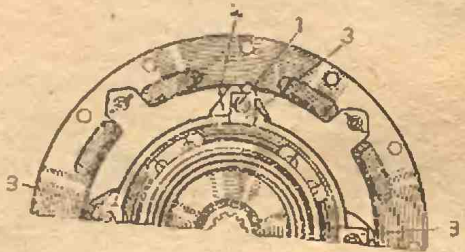

Рис. 12. Регулировка сцепления:
2. Сними крышку люка картера сцепления и отверни четыре регулировочные гайки 1 (рис. 12) на пять полных оборотов каждую.